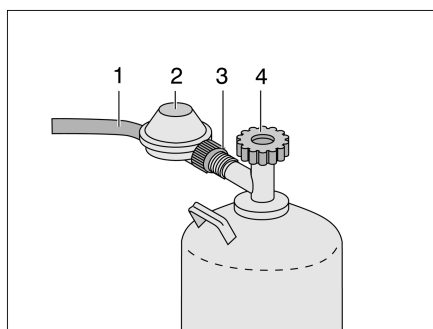

Fig. 245 Raccord bouteille de gaz
- Fermer le robinet principal (Fig. 245,4) de la bouteille de gaz. Observer le sens de la flèche.
- Maintenir le régulateur de pression de gaz (Fig. 245,2) et ouvrir l'écrou moleté (Fig. 245,3) (filetage à gauche).
- Retirer le régulateur de pression du gaz avec la lyre (Fig. 245,1) de la bouteille de gaz.
- Placer le régulateur du gaz (Fig. 245,2) avec le flexible de gaz (Fig. 245,1) sur la bouteille de gaz et serrer à fond l'écrou moleté (Fig. 245,3) (filetage à gauche).